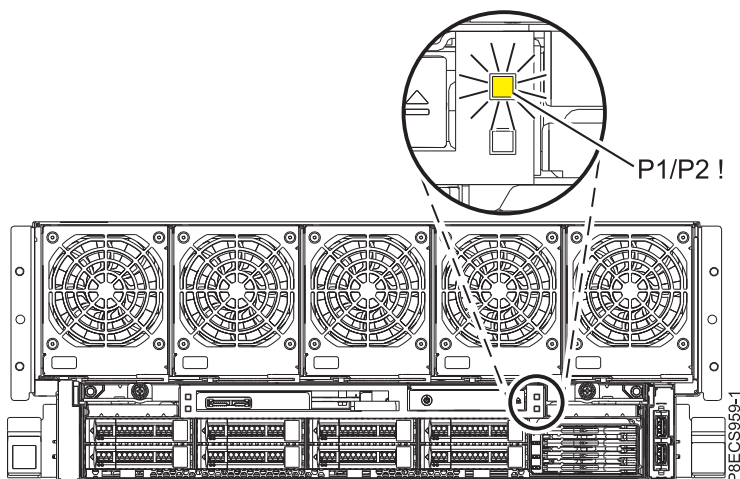

Figura 9. LED frontal de resumen de error **P1/P2 !** del sistema 8408-E8E.
6. Anote el estado del LED de resumen de error **P1/P2 !** que se encuentra en la parte frontal del sistema 8408-E8E, como se muestra en la Figura 9.